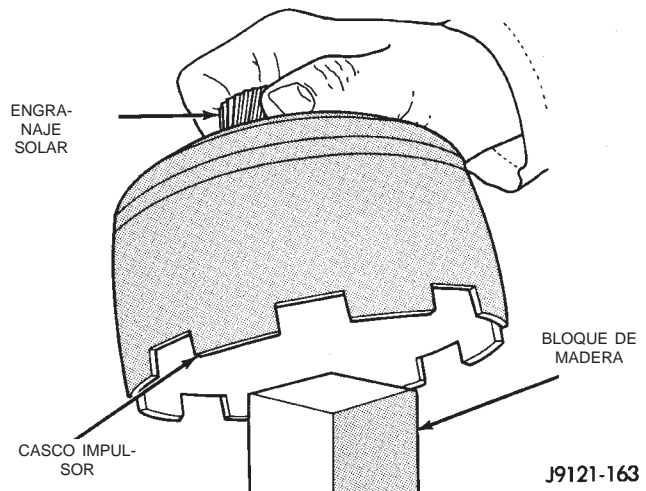

Fig. 155 Apoyo del engranaje solar en un bloque de madera
(10) Coloque un bloque de madera sobre un banco y apoye el engranaje solar en el bloque (Fig. 155). Esto facilita la alineación y la instalación del anillo retén del engranaje solar. Mantenga el bloque de madera a mano ya que también lo utilizará para verificar el juego longitudinal del tren de engranajes.